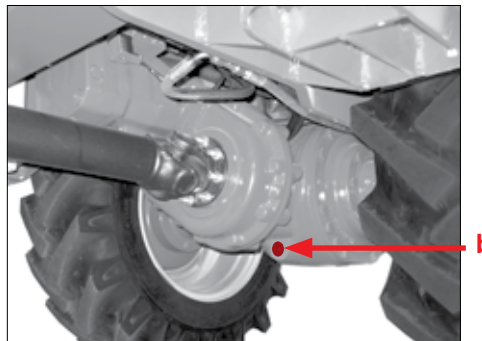

Fig. 120
4. Stil en tilstrækkeligt stor opsamlingsbeholder under tømningssåbningen til differentialehuset pos. b (Fig. 120).
6. Skru den indvendige sekskantskrue pos. b (Fig. 120) ud.
1. Skru den indvendige sekskantskrue pos. b (Fig. 120) på differentialehuset i igen.